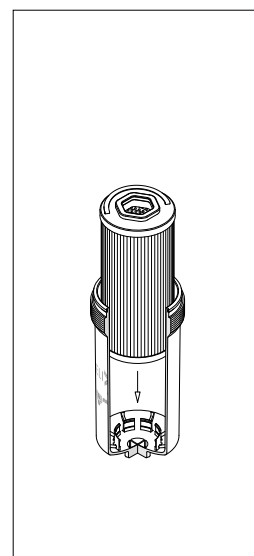

fig. 13
- (Fig. 13) Spingere l'elemento filtrante nel contenitore fino all'aggancio del fondello all'interno dei dentini.